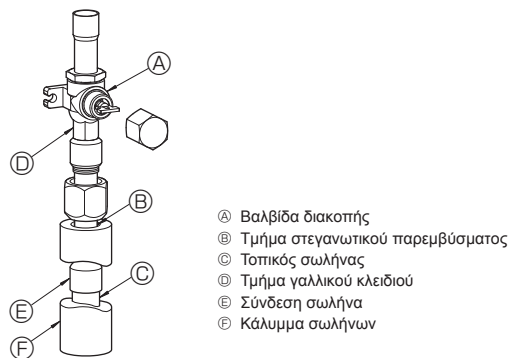

Fig. 4-3
- Ακολουθήστε την παρακάτω διαδικασία για να συνδέσετε τη σωληνώση αερίου. (Fig. 4-3)